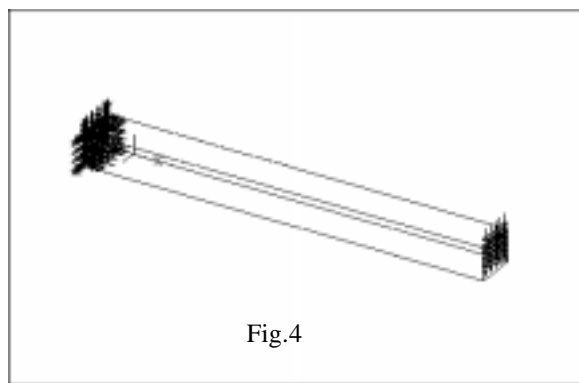

Fig.4
- (1) I-DEAS 上でパートデータとなる直方体の図を作成します。
- (2) Fig. 4 に示すようにジオメトリ上の面に拘束条件および荷重条件を設定します。